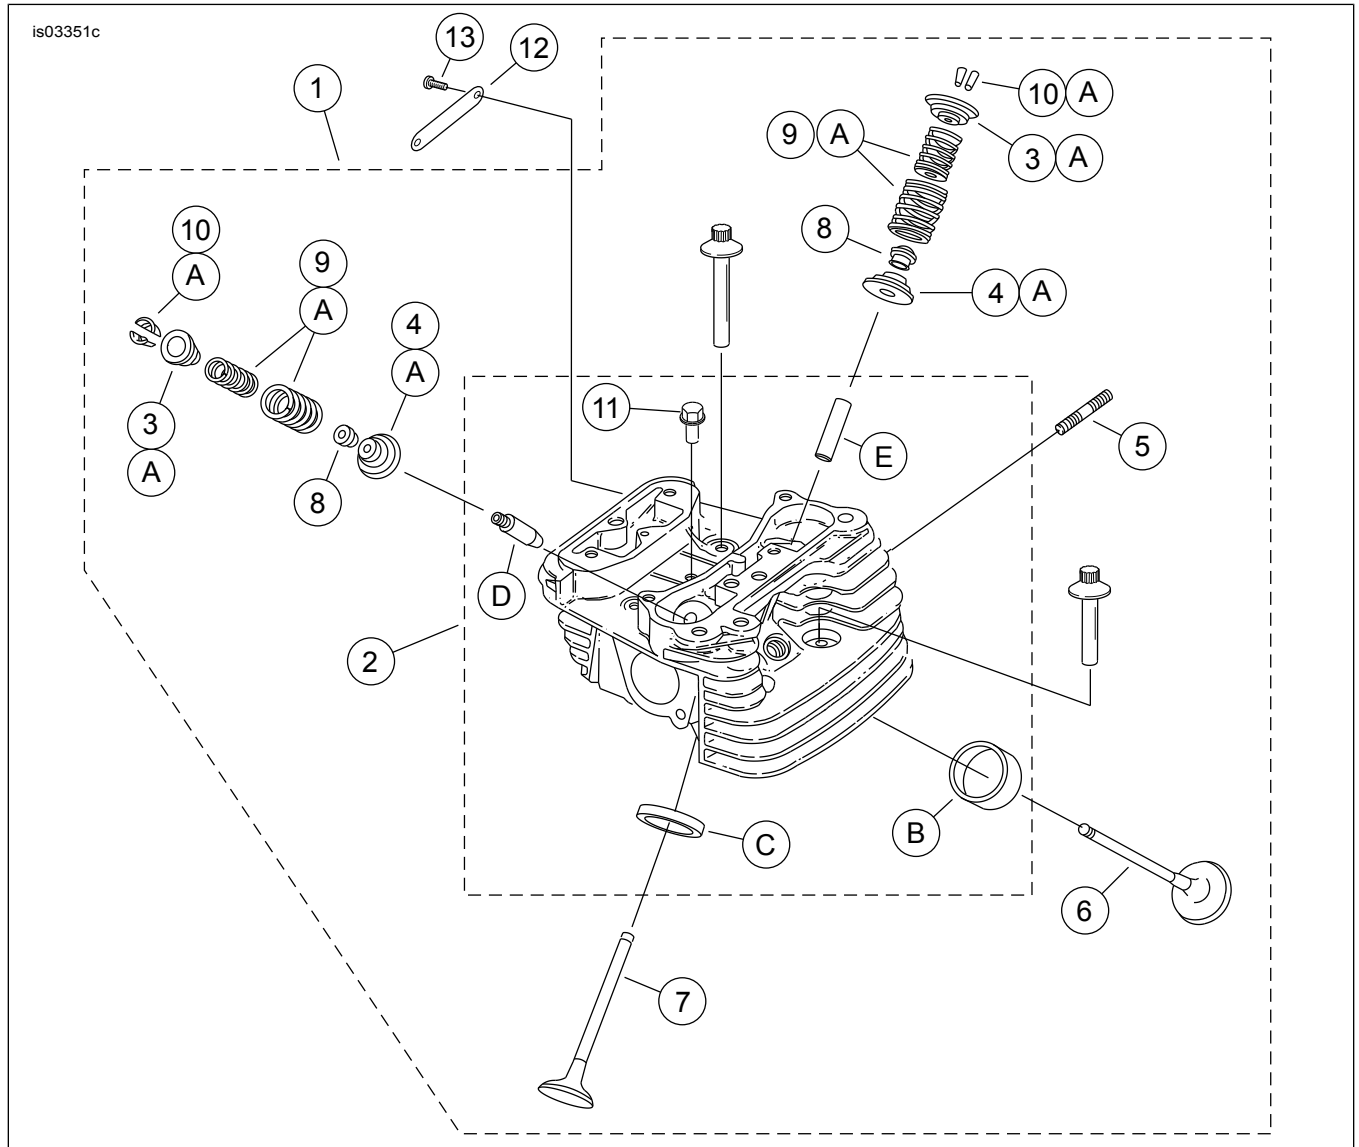

Figura 9. Parts tas-Service: Magna biċ-Ċestun għall-Użu fit-Tlielaq SE120R Screamin' Eagle Pro
Ara Figura 9. Is-cylinder heads ta' sostituzzjoni (1) għandhom medaljuni b'"BOKKA CNC". Jekk tixtieq, erġa' użahom jew ixtri medaljuni ġodda "120R" (12).